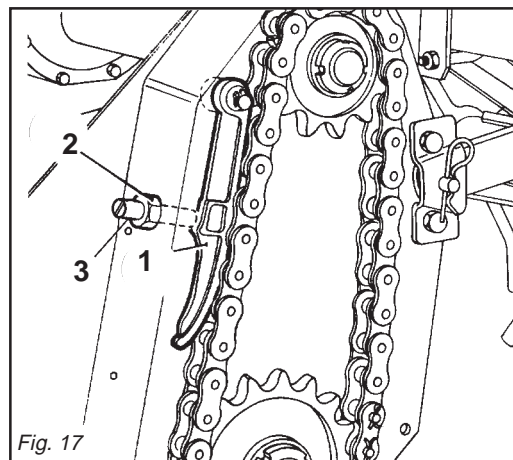

Fig. 17
La tensione della catena di trasmissione è regolata dal tendicatena (1 Fig. 17). In caso di gioco eccessivo, riscontrabile da rumorosità e vibrazioni, svitare il dado di bloccaggio (2 Fig. 17), avvitarlo in senso orario la vite (3 Fig. 17) fino a quando il tendicatena ha spinto la catena in tensione. Riserrare quindi il dado di bloccaggio trattenendo con una seconda chiave la vite di registro.
*A special mechanical chain stretcher regulates the tension of the drive chain (1 Fig. 17). If there is too much play, then you must loosen lock nut (2 Fig. 17) and tighten screw (3 Fig. 17) as much as necessary. Then retighten lock nut which locks the adjustment screw in place.*
Die Spannung der Antriebskette wird mechanisch vom jeweiligen Kettenspanner reguliert (1 Abb. 17). Sollte sie zu viel Spiel haben, die Gegenmutter los-schrauben (2 Abb. 17) und die Schraube (3 Abb. 17) soweit wie notwendig anziehen. Die Gegenmutter wieder festziehen und so die Stellschraube blockieren.
*La tension de la chaîne de transmission est réglée mécaniquement par un tendeur (1 Fig. 17). S'il y a un jeu excessif, dévisser le contre-écrou (2 Fig. 17) et visser la vis (3 Fig. 17) autant qu'il faut. Révisse le contre-écrou en bloquant la vis de réglage.*
La tensión de la cadena de transmisión se ajusta mecánicamente por medio de su apropiado tensor de cadena (1 Fig. 17). Si hay demasiado juego, aflojese la contratuerca (2 Fig. 17) y ciérrese el tornillo (3 Fig. 17) cuanto se necesite. Vuélvase luego a cerrar la contratuerca así que el tornillo de ajuste quede fijado.